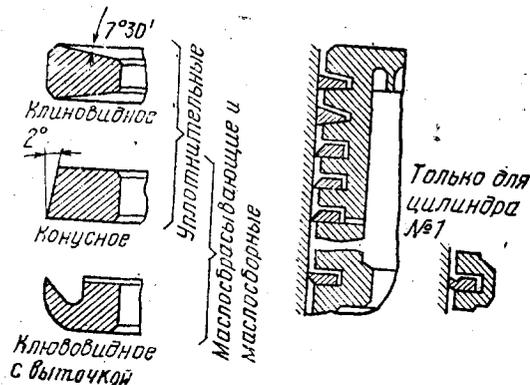

Рис. 3. Типы поршневых колец и схема расположения их на поршне
25. Подберите комплект поршневых колец, пользуясь табл. 2, и установите их на поршень (рис. 3). Проворачивая каждое кольцо в канавке поршня, убедитесь в легкости его вращения. При установке колец не разводите их сильно, так как вызванные разжатием кольца напряжения могут привести к надлому, остаточной деформации или разрушению.